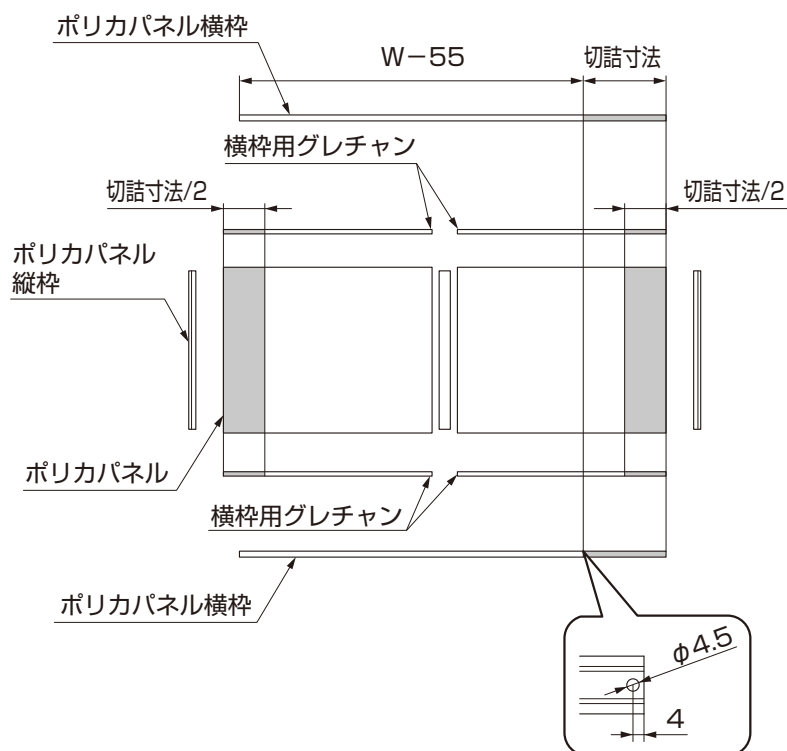

図1-6
- ③ポリカパネル横枠を両端から同ピッチで切断してください。
- ④横枠用グレチャン、ポリカパネルを両端から同ピッチで切断してください。
- ⑤ポリカパネル横枠に切断した側から4mmのところのφ4.5の穴をあけてください。（図1-6参照）
- ⑥加工後、再度組立ててください。